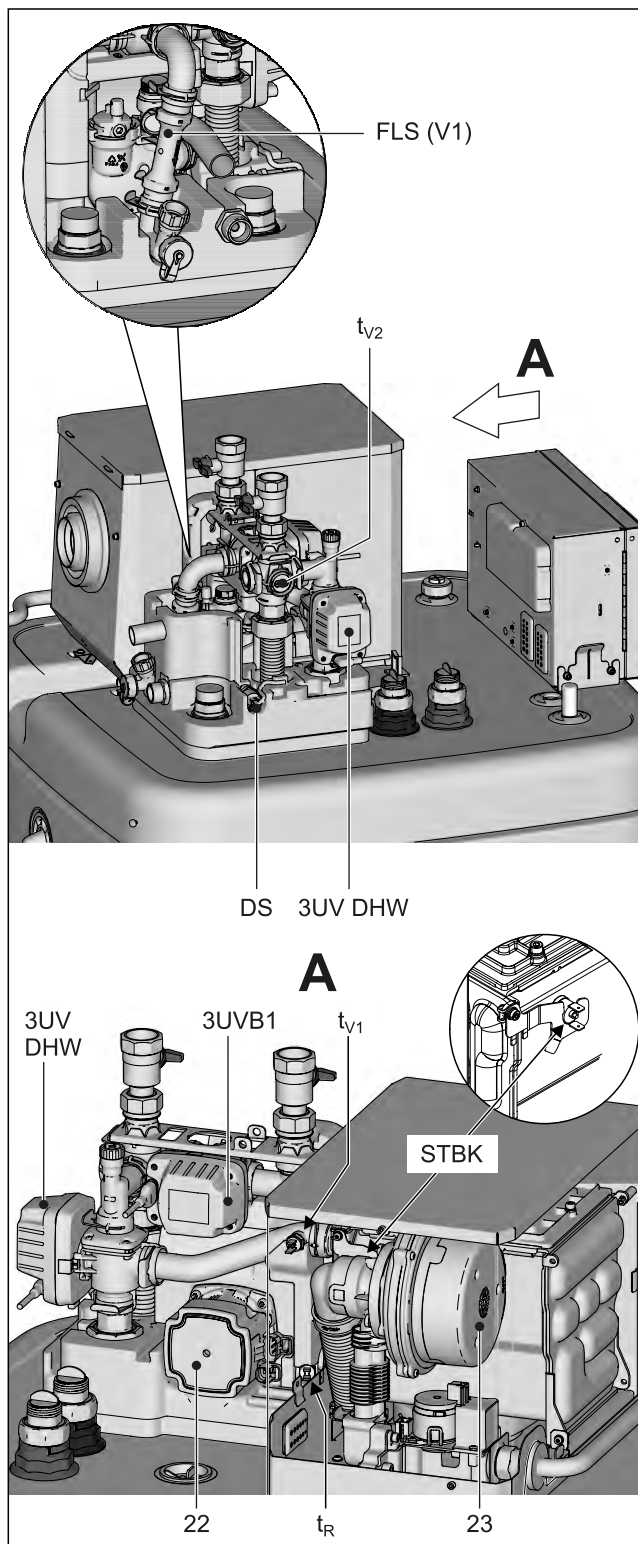

Bild 6-3 Lage der Sensoren und Motoren am Kessel
Die meisten geräteinternen Fühler und Sensoren (Bild 6-3) können getauscht werden, ohne das Regelungsgehäuse öffnen zu müssen.
- 3 Stecker am auszutauschenden Fühler/Sensor abziehen (Bild 6-3, Pos. 2).